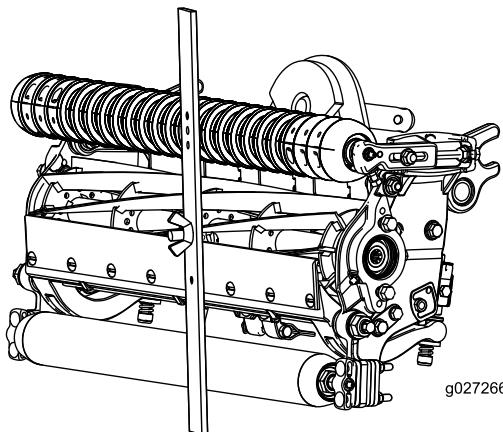

図 17
4. ゲージバーのねじの頭を下刃の先端に引っかけ、バーの後端を後ローラに当てがう図 17。
5. バーの前端がローラに当たるように、調整ネジで調整する図 17。ローラ全体が下刃と平行になるように、ローラの両側を均等に調節する。